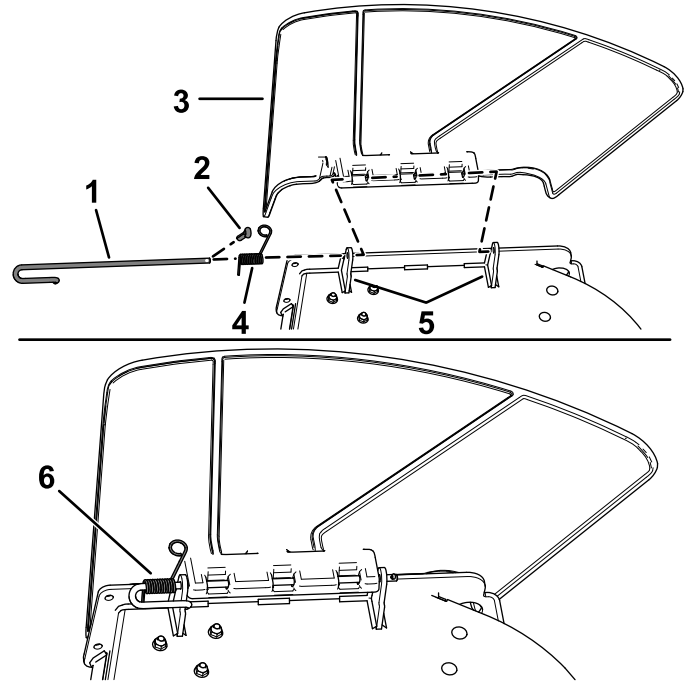

Bild 73
1. Entfernen Sie den Splint (Bild 73).
2. Entfernen Sie die Feder von der Kerbe in der Ablenkblechhalterung und schieben Sie die Stange aus den geschweißten Mähwerkhalterungen, der Feder und dem Auswurfablenkblech (Bild 73).
9. Setzen Sie den Splint ein (Bild 73).